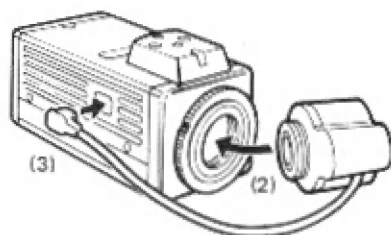

Fig. 2
- (2) Monter l'objectif sur la monture d'objectif de caméra en le vissant dans le sens horaire.
- (3) Brancher le câble de l'objectif au connecteur d'objectif à diaphragme automatique côté caméra, (Fig. 2)